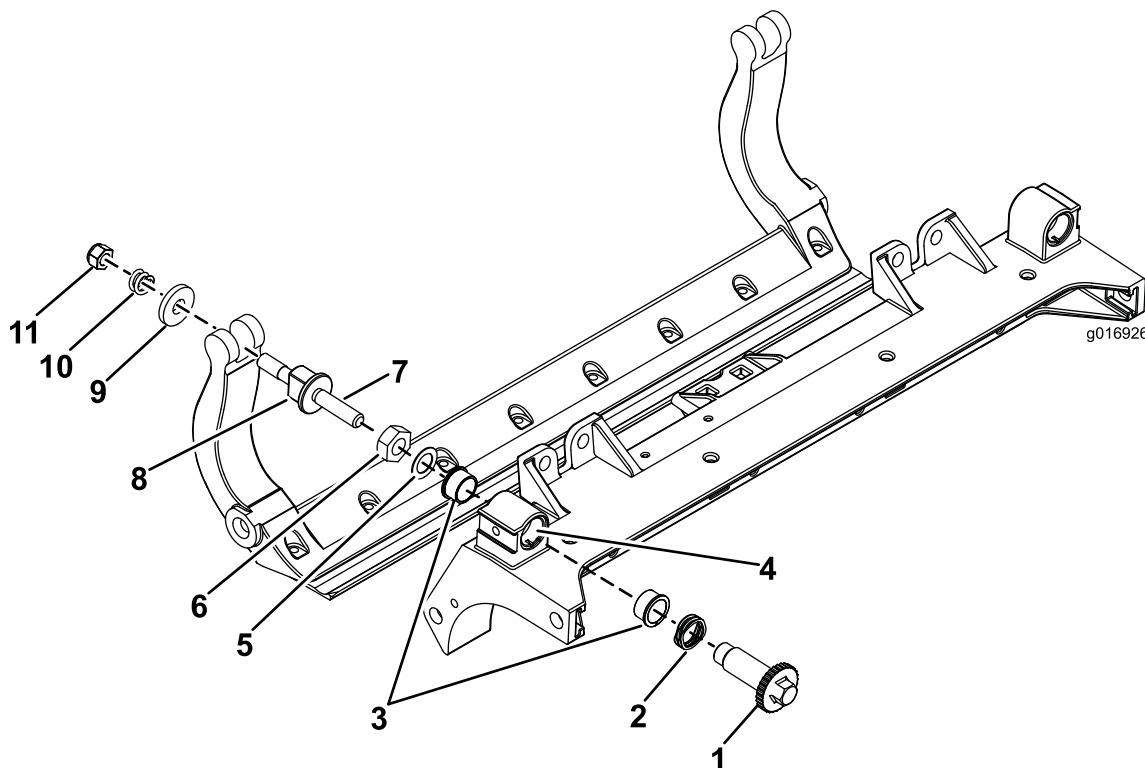

Figure 36
1. Déposez toutes les pièces (voir les *Instructions d'installation* du kit DPA renforcé, modèle n° 120-7230 et Figure 36).
2. Appliquez du produit antigrippant à l'intérieur du logement des bagues sur le bâti porteur du plateau de coupe (Figure 36).
3. Alignez les clavettes des bagues à embase sur les fentes dans le cadre, et mettez les bagues en place (Figure 36).
4. Posez une rondelle ondulée sur l'axe de réglage et insérez l'axe dans les bagues à embase sur le cadre du plateau de coupe (Figure 36).
5. Fixez l'axe de réglage avec une rondelle plate et un contre-écrou (Figure 36). Serrez le contre-écrou à un couple de 20 à 27 N·m.
Remarque: Placez une rondelle en nylon de chaque côté du bossage de la plaque latérale. Placez une rondelle en acier à l'extérieur de chaque rondelle en nylon (Figure 36). Serrez les boulons de la barre d'appui à un couple de 27 à 36 N·m. Serrez les contre-écrous jusqu'à ce que les rondelles d'acier extérieures cessent de tourner et que le jeu axial soit supprimé, mais ne serrez pas excessivement et ne faites pas fléchir les plaques latérales.